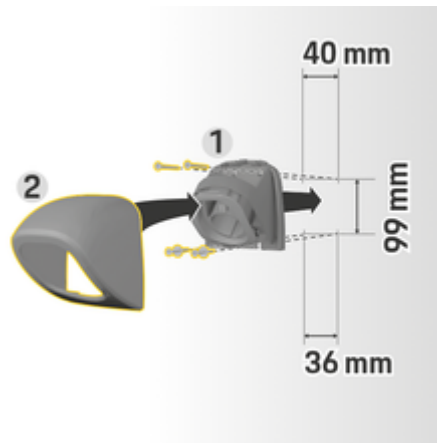

Fig. 30 Cotes de perçage
1. Retirez le support de prise 1 du couvercle (Fig. 30) 2 (Fig. 30).
4. Vissez le support de prise 1 (Fig. 30) dans le mur.
5. Placez le couvercle 2 (Fig. 30) sur le support de prise 1 (Fig. 30) par le bas et pressez vers le haut.